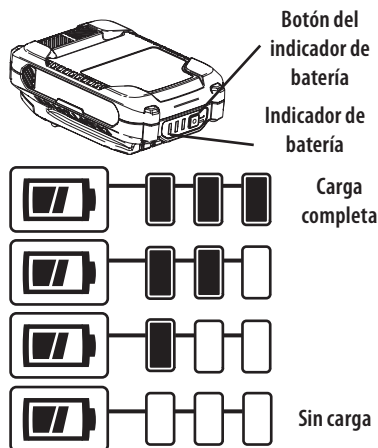

Figura 34
1. Presione el botón del indicador de batería en la parte delantera del paquete de baterías para controlar el nivel de carga (Figura 34):